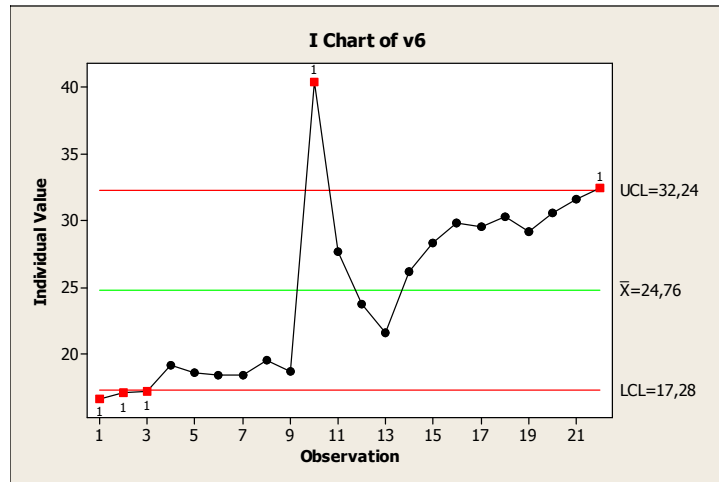

Figura A.19 Carta de Controle da variável  $v_6$
A Figura A.19, contendo a carta de controle da variável  $v_6$ , perda de carga da corrente gasosa através do leito de recheios estruturados, indica 3 pontos ligeiramente abaixo e um ponto ligeiramente acima, todos fora dos limites determinados de acordo com o exposto no item 2.2.3, mas que, devido aos muitos parâmetros envolvidos, devem ser preservados, justamente para permitir uma melhor análise.